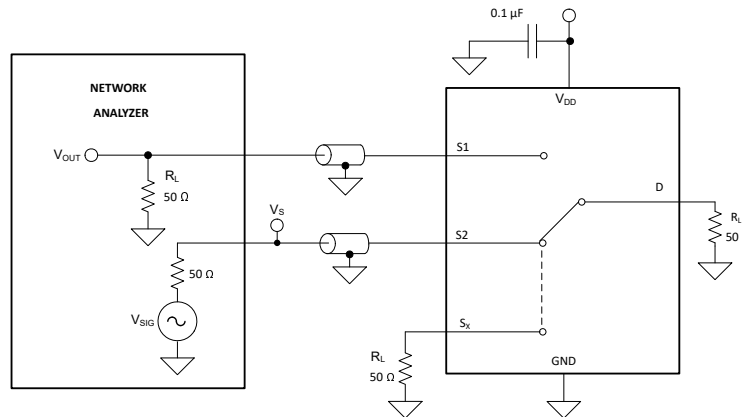

图 6-10. 通道间串扰测量设置
串扰定义为另一通道的漏极引脚 (D) 处的信号与开启通道的源极引脚 (Sx) 上施加的信号之比。图 6-10 展示了用于测量串扰的设置和用于计算串扰的公式。